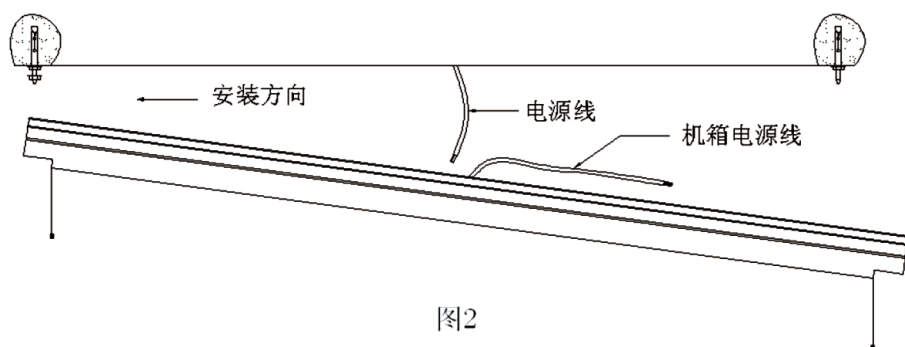

图2
5. 拆下两端的端盖，小心托起主机，按图 2 所示，将主机一端插在两个膨胀螺丝的垫片上，接着托起另一端把垫片及螺母装锁紧，然后，再把第一端的螺母拧紧。